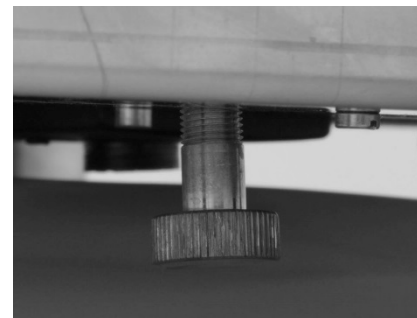

Abbildung 1, Einstellschraube für den Pumpendruck
7. Die Einstellung des Pumpendrucks erfolgt über die Einstellschraube an der Unterseite der Maschine (Abb. 1).